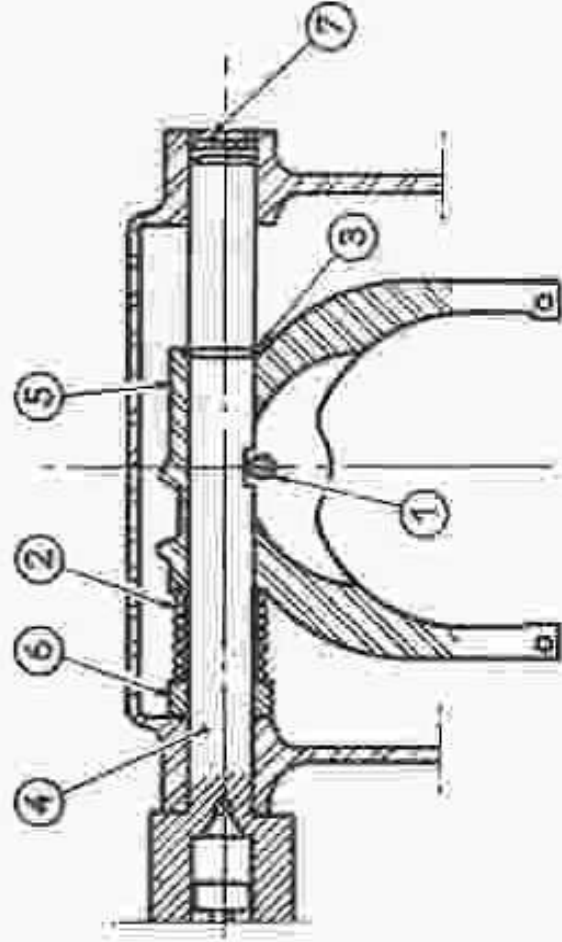

Fig. 4
- Dévisser la vis (1).
- Dévisser et retirer la vis (2) et les vis de fourchettes et comprimer le ressort (3) en fixant sur la fourchette l'entretoise dégrèner le joint (3) au moment (fig. 4).
- Insérer l'arbre (3) suffisamment pour déposer la fourchette (5) et ressort (3).